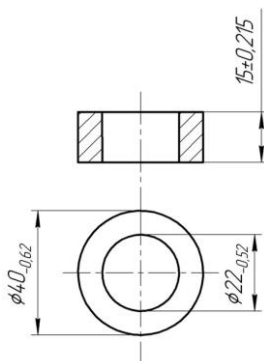

Рисунок 3.5 - Ескіз втулки для 3 D-друку
- 4.2 Вивчити ескіз деталі (рис. 3.5).
4.11 Виміряти штангенциркулем розміри втулки (див. рис. 3.5) і занести їх у табл. дод. табл. А.1, дод. А.
На рис. 3.5 наведено ескіз втулки для 3 D-друку.